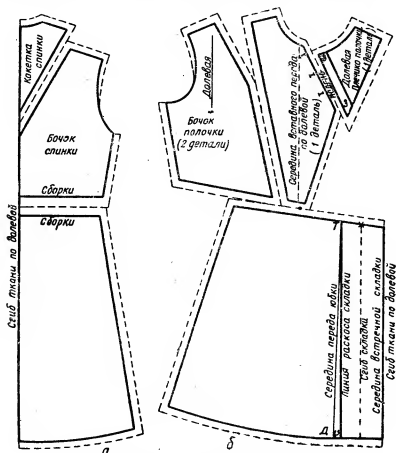

Рис. 214. Подготовка выкройки платья с настрочной вставкой к раскрою:
**Спинка.** При раскладке выкройки на ткани кокетку спинки лифа и юбку укладывают так (рис. 214, а), чтобы середина спинки по всем частям имела сгиб ткани и была по долевой нити.
**Полочка.** При раскладке выкройки на ткани спорков вставной перед полочки укладывают на ткани в одно полотно так, чтобы его середина была по долевой нити. В одно полотно укладывают и плечико полочки (рис. 214, б).